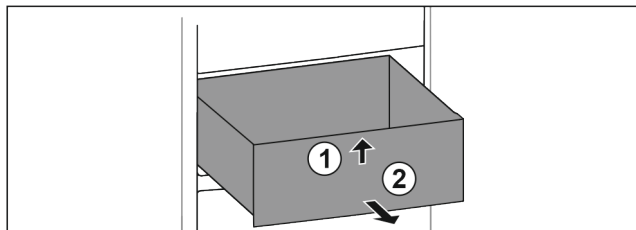

Fig. 63
- Soulever la partie avant du tiroir. Fig. 63 (1).
- Retirer le tiroir par l'avant. Fig. 63 (2)